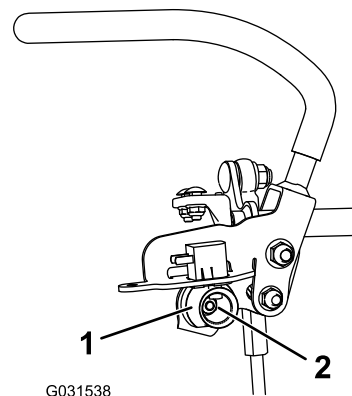

Bild 83
6. Lockern Sie die Mutter, mit der die Nocke befestigt ist (**Bild 83**).